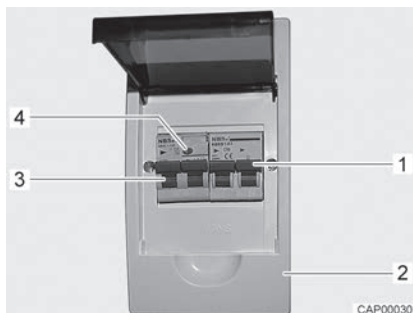

Bild 51 Ledningsskyddsbrytare och FI-brytare (230 V-säkringslåda)
- Koppla från ledningsskyddsbrytare (Bild 51,1) i säkringslådan (Bild 51,2).
- När fordonen är anslutet till 230 V-försörjningen, tryck på kontrollknappen (Bild 51,4) på jordfelsbrytaren (FI-brytare) (Bild 51,3) i säkringslådan (Bild 51,2). Jordfelsbrytaren måste lösa ut.
- Slå på jordfelsbrytaren (Bild 51,3) igen.
- Koppla från ledningsskyddsbrytaren (Bild 51,1) i säkringslådan (Bild 51,2).